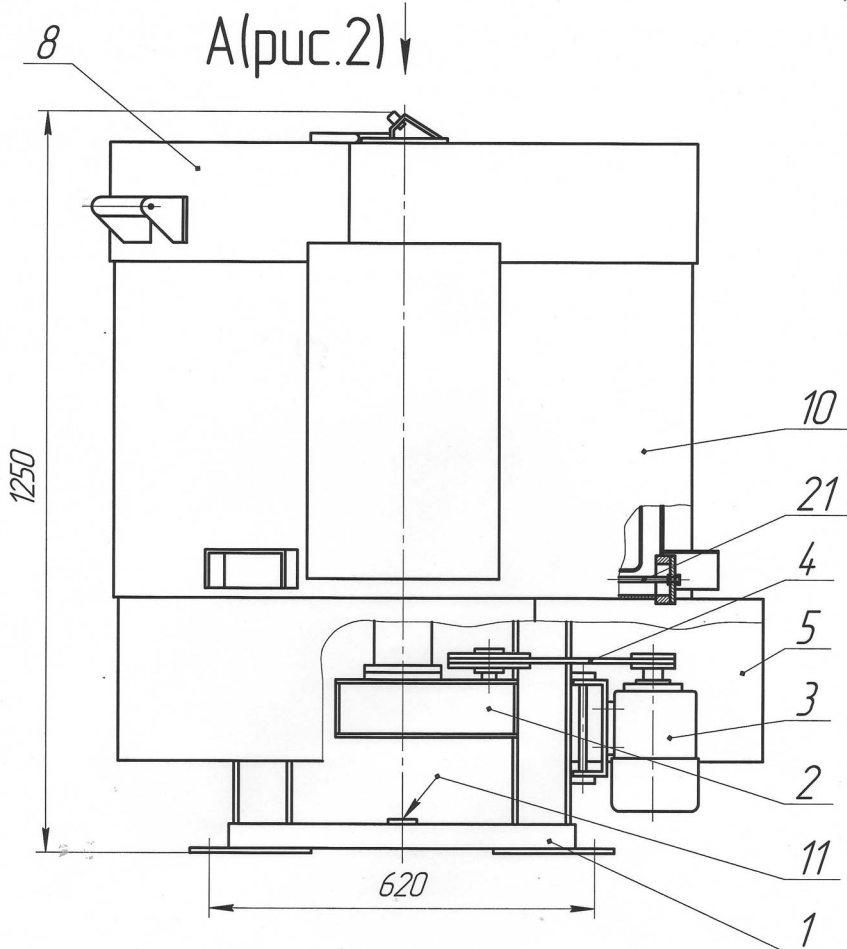
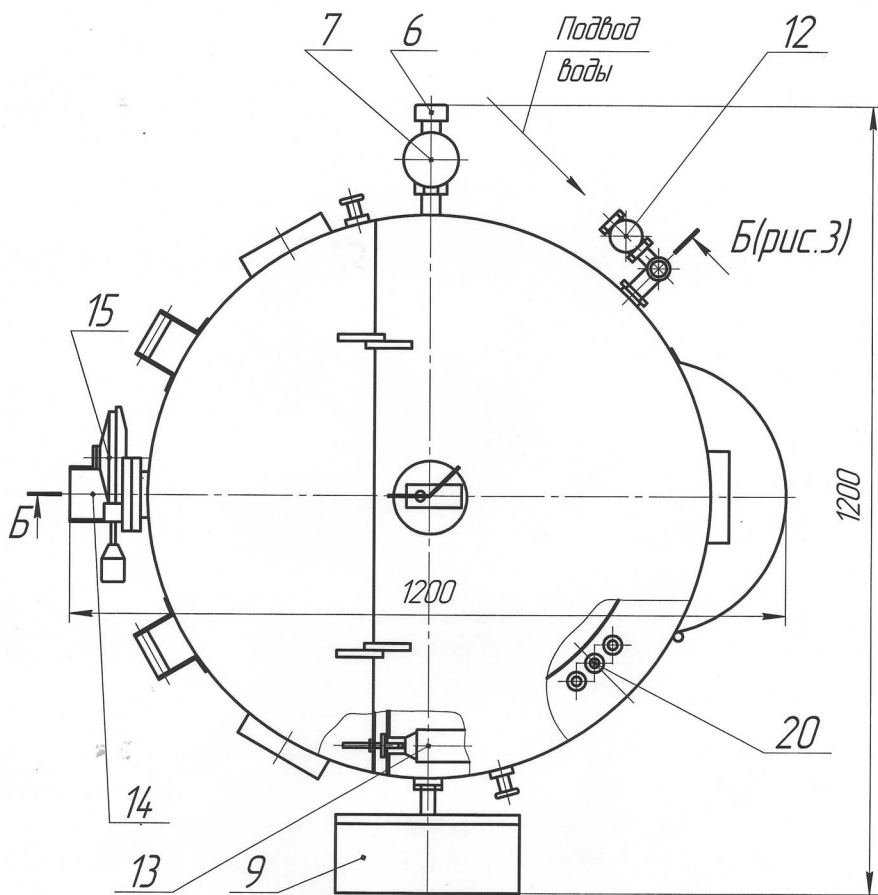
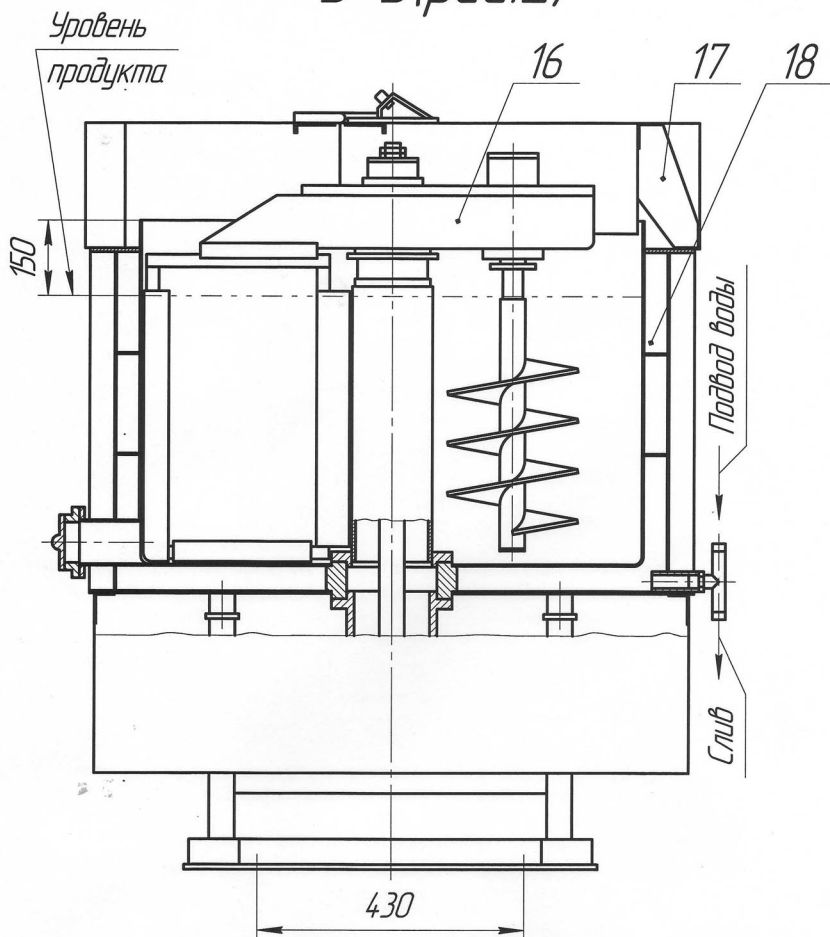

Рис. 1
Рис. 2
Рис.3
Машина состоит из корпуса (поз.18, рис.3), станины (поз.1, рис.1), крышки (поз.17, рис.3), механизма перемешивания (поз.16, рис.3), пульта управления (поз.9, рис.2), кожухов корпуса (поз.10, рис.1).
4.1.2. Корпус представляет собой сварную двухстенную емкость. В нижней части емкости между стенками установлены электронагреватели (ТЭНы) (поз.21, рис.1) и штуцер для подачи воды.
В верхней части корпуса под крышкой установлены три датчика сигнализации уровня воды (поз.20, рис.2), определяющие верхний и нижний уровни воды. При крайнем нижнем уровне нагревательные элементы и привод вращения автоматически отключаются.
4.1.3. В корпусе смонтирован механизм перемешивания (поз.16, рис.3), состоящий из скребков для очистки внутренней поверхности ванны корпуса и планетарной мешалки шнековой.
4.1.4. Корпус закрывается крышкой, состоящей из двух частей: неподвижной и откидывающейся (поз.8, рис.1). В закрытом состоянии крышка замыкает конечный выключатель (поз.13, рис.2) и включает механизм перемешивания. При открывании крышки происходит отключение механизма перемешивания.
4.1.5. Привод машины состоит из электродвигателя (поз.3, рис.1), редуктора (поз.2, рис.1) и планетарного редуктора, входящего в механизм перемешивания.
4.2.1. Заполнение машины (ванны) теплыми массами производится через откидывающуюся часть крышки (люк) (поз.8, рис.1).
4.2.3. Разгрузка темпируемых масс осуществляется через открытый затвор (поз.15, рис.2) по лотку (поз.14, рис.2).
A(рис. 1)
Б-Б(рис.2)